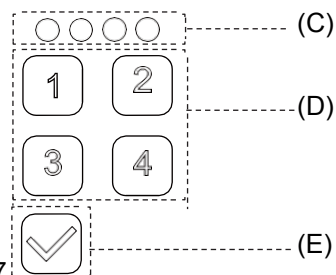

Figura 7
- Para desbloquear, introduzca su contraseña en el teclado numérico (D). El indicador luminoso (C) se encenderá cada vez que se introduzca el número. Pulse (E) en el teclado cuando haya finalizado de introducir la contraseña. (Figura 7)